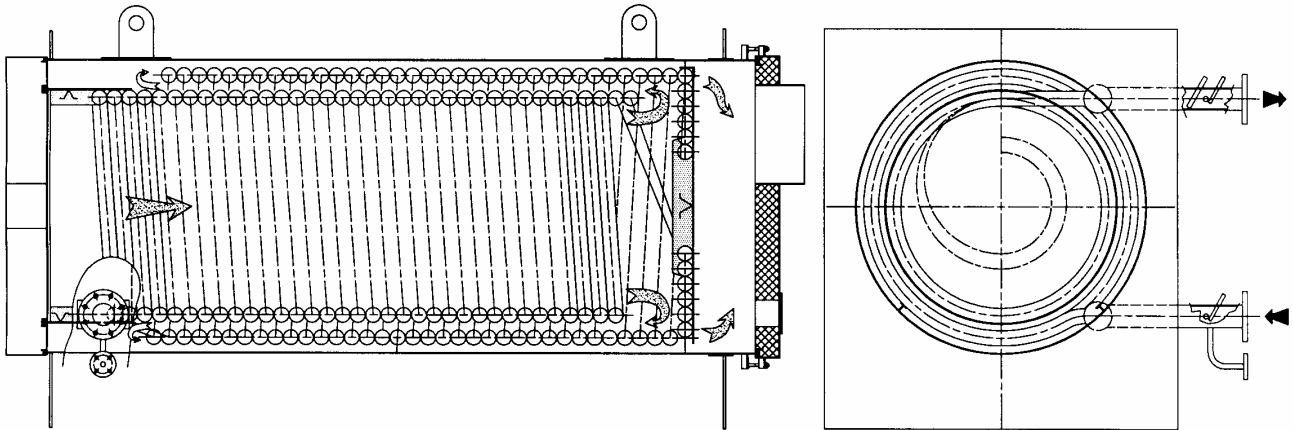

Рис. 1
- Мощностью 100.000 + 1.500.000 ккал/ч (Рис. 1)